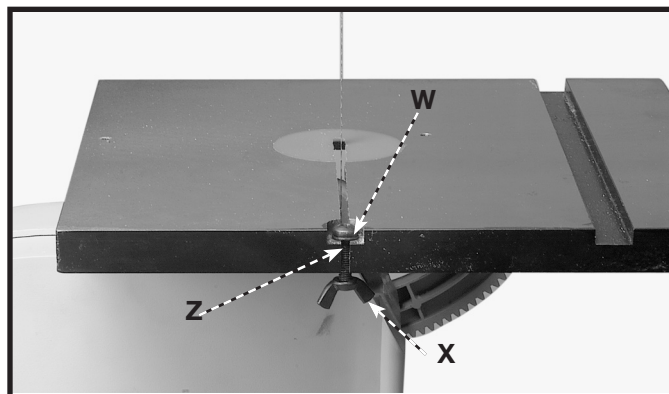

Fig. 17
2. Retirer la vis d'arrêt, la rondelle et l'écrou papillon de la rainure de la table (consulter la fig. 17 pour les détails). Veuillez prendre soin de ne pas perdre ces pièces.
- Remettre la vis (W) fig. 17, qui a été retirée à l'**ÉTAPE 2**, dans le trou de la table. Enfiler une rondelle plate M6 (Z) sur la vis M6 x 30 mm puis visser l'écrou papillon M6 (X) sur la vis (W) et serrer solidement.